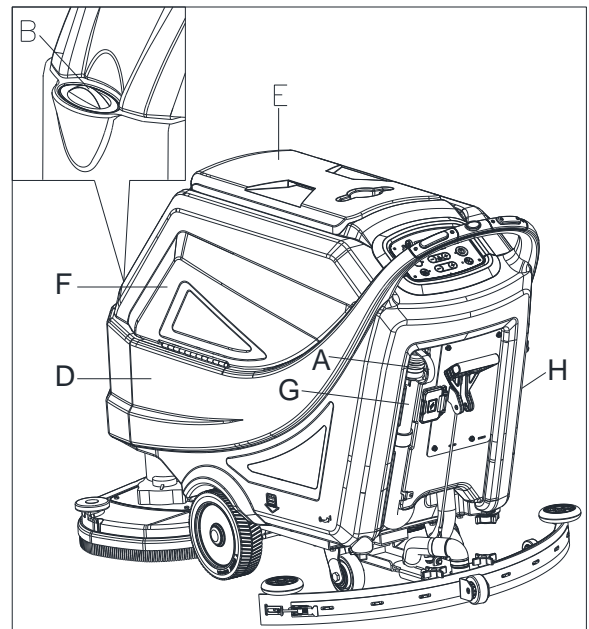

Abbildung 12
1. Öffnen Sie die Abdeckung (B, Abb. 12).
3. Überfüllen Sie den Tank nicht, überprüfen Sie das Wasservolumen über die Wasserstandsanzeige (G).